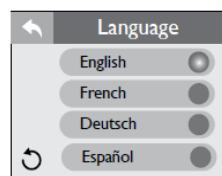

Figura 6.9b
1. Há quatro idiomas a serem selecionados: English (Inglês), French (Francês), Deutsch (Alemão), e Español (Espanhol). Para selecionar um idioma, toque em ● próximo ao idioma de sua escolha, Figura 6.9b.